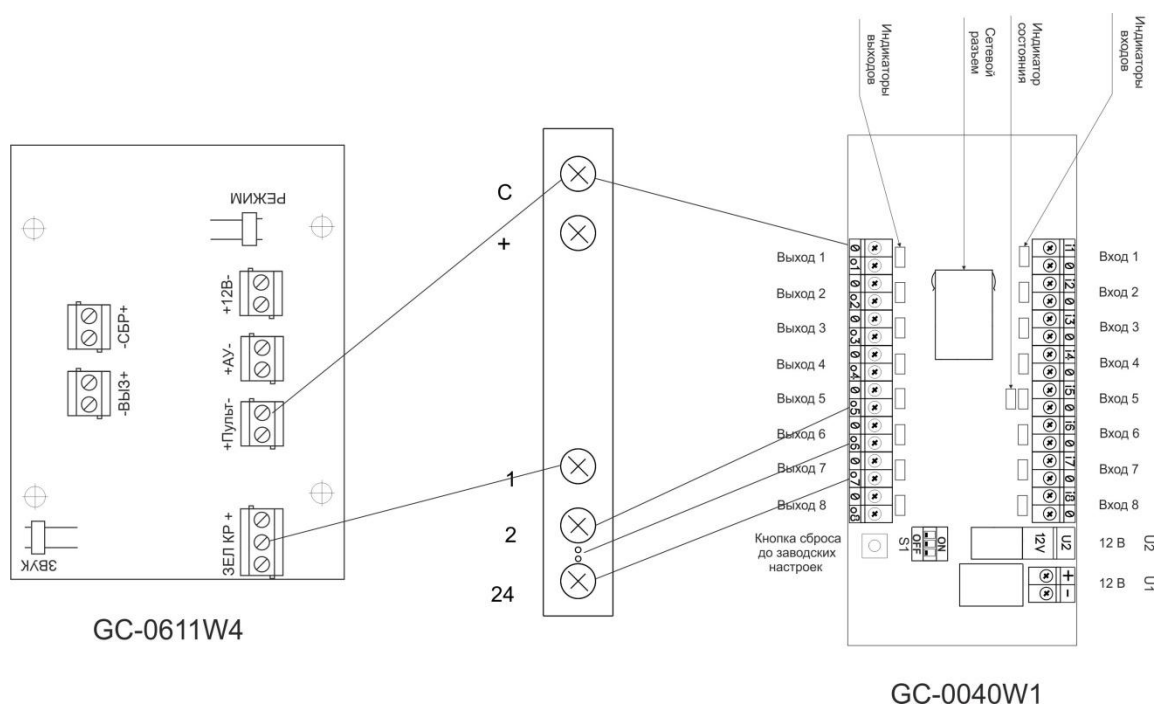

Рисунок 4. Схема подключения сигнальной лампы GC-0611W4 и блока управления GC-0040W1
2. Проложить кабель от внешних устройств к табло отображения и подключить его следующим образом: сухие контакты подключаются к клеммам **С** и **1-24**. При совместной работе с сигнальными лампами GC-0611W4 от клеммы **Пульт-** на клемму **С**, от клеммы **КР** на клемму **1-24**. При совместной работе с универсальным блоком дистанционного управления GC-0040W1 от клеммы **0** на клемму **С**, от клеммы **o1-o8** на клемму **1-24**. Схема подключения сигнальной лампы GC-0611W4 и блока управления GC-0040W1 приведена на рис.4.